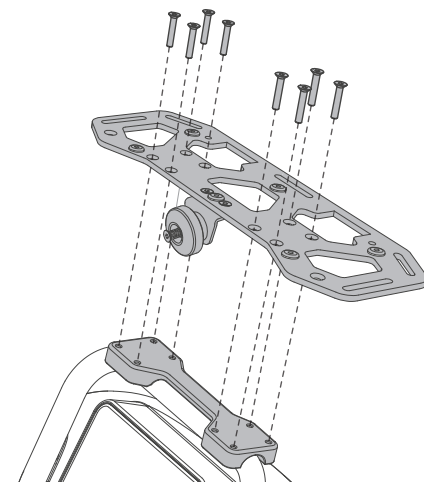

Abbildung 10. Montage des Cargo-Trägers
4. Richten Sie den Cargo-Träger so aus, dass er sich mit der seitlichen Rahmenhalterung deckt. Siehe **Abbildung 10**.